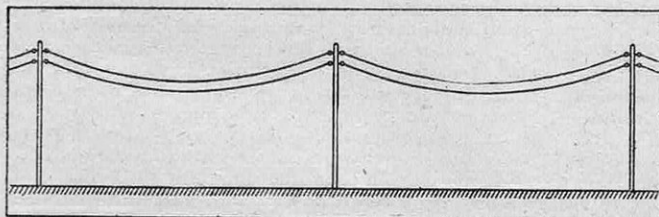

FIG. 2. — LA FORME D'UN FIL TENDU EST UNE « CHAINETTE », COURBE TRANSCENDANTE, ET NON UNE PARABOLE
Au surplus, la nature ne nous facilite guère les choses et les moindres détails d'une recherche soulèvent des difficultés parfois disproportionnées avec le but à atteindre. Les courbes ou lieux géométriques que l'on obtient en pratique ne sont pas forcément des courbes simples, quelque désir que nous en ayons. La courbe que forme un fil en équilibre (fig. 2) ou chaînette est transcendante (1); transcendante aussi la trajectoire décrite par un point d'une roue de voiture qui roule sur le sol (fig. 3). Si un cercle roule sur un cercle de même rayon, on a une cardioïde, courbe algébrique de degré quatre (2), mais si les deux rayons diffèrent un peu, fût-ce d'un cent millionième, le lieu est une courbe infiniment compliquée, de degré supérieur à deux millions, ou même transcendante. Le lieu du point de rencontre des aiguilles des heures et des secondes dans une montre a un degré qui est de plusieurs centaines d'unités.